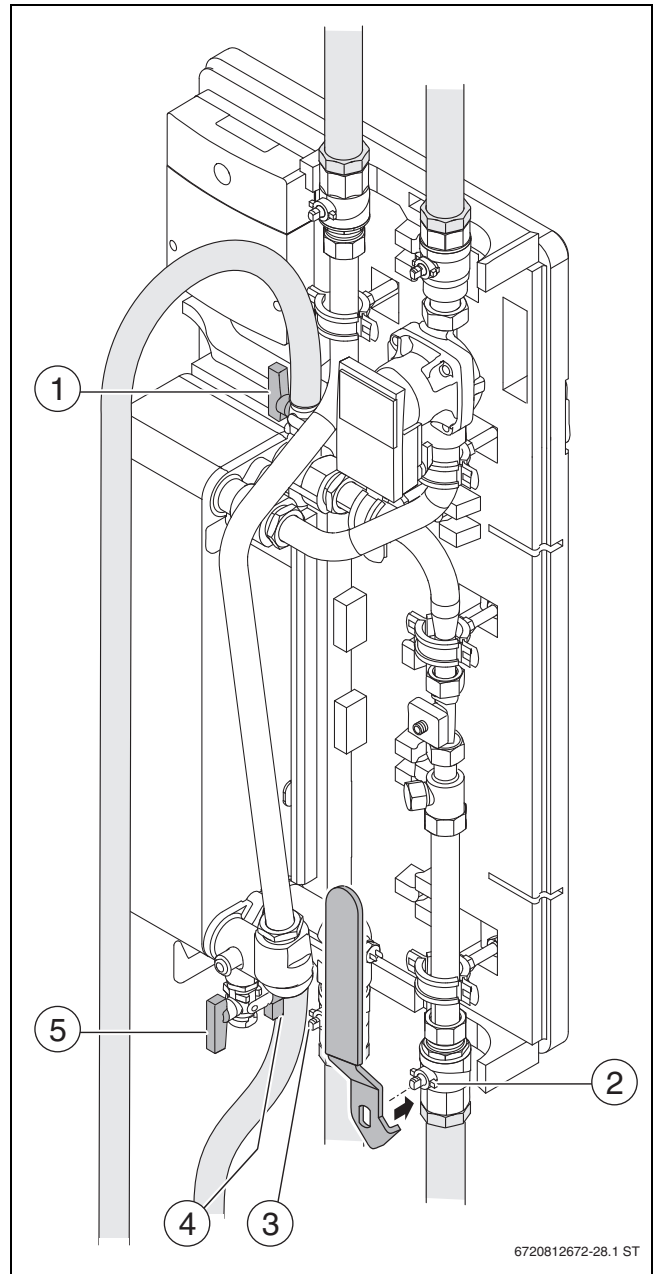

Bild 57
- ▶ Um den Wärmetauscher zu entleeren: Füll- und Entleerhähne und öffnen (→ Bild 57 [4, 5]).